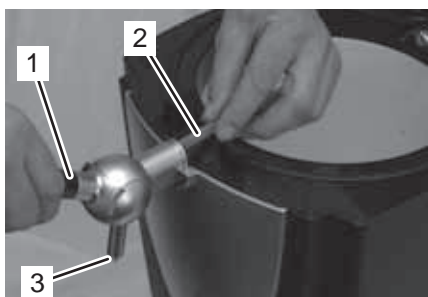

Fig. 18
15. Poussez le levier distributeur (Fig. 18/1) complètement vers le bas.
16. Veuillez introduire le tuyau distributeur (Fig. 18/2) dans la cannelure de sorte qu'il dépasse un peu au-dessous, à la sortie de la cannelure (Fig. 18/3). Faites-le alors tourner un peu dans tous les sens pour faciliter l'insertion.
17. Ramenez le levier distributeur (Fig. 18/1) vers le haut et relâchez-le.